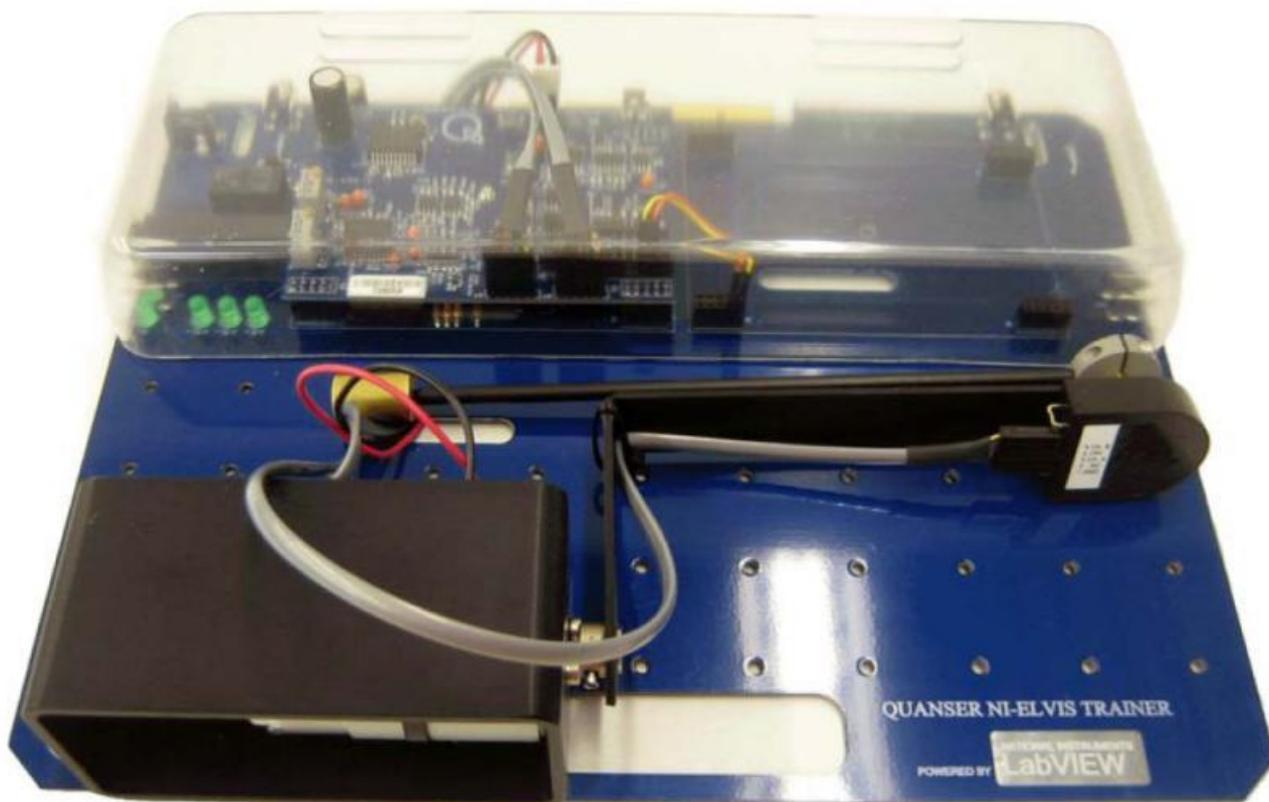

Рис. 21. Модуль QNET-ROTPENT в разобранном виде
1. Модуль ROTPENT приходит к покупателю в разобранном виде (рисунок 21).